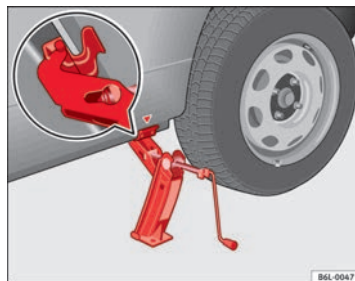

Fig. 147 Mise en place du cric
- Positionnez le cric de sorte que son crochet entoure la nervure du bas de caisse et que la base mobile soit appuyée bien à plat sur le sol ⇒ fig. 147.